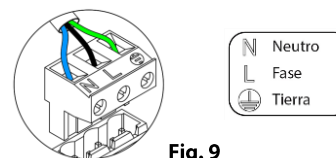

Fig. 9
La conexión de alimentación eléctrica al módulo se realiza mediante una borna de 3 pines (1). Fije los cables con los tornillos de la borna respetando la polaridad de la misma (Fig. 9).